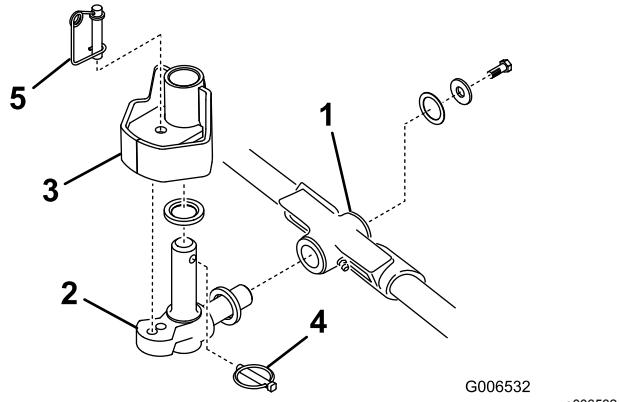

Bild 12
- Setzen Sie eine Druckscheibe auf die horizontale Welle des Kreuzgelenks, wie in Bild 12 abgebildet.
- Setzen Sie die horizontale Welle des Kreuzgelenks in das Befestigungsrohr des Trägerrahmens (Bild 12).
- Befestigen Sie das Kreuzgelenk mit einer Druckscheibe, einer Flachscheibe und einer Bundkopfschraube am Trägerrahmen (Bild 12).
- Setzen Sie eine Druckscheibe auf die vertikale Welle des Kreuzgelenks (Bild 12).
- Falls abgenommen, setzen Sie die vertikale Welle des Kreuzgelenks auf die Hubarmdrehnabe (Bild 12).
- Setzen Sie den Klappstecker in das Kreuzloch an der Kreuzgelenkwelle (Bild 12).
Hinweis: Wenn Sie eine fixierte Mähwerkstellung wünschen, setzen Sie den Lenksperrstift auf das Befestigungslöch des Kreuzgelenks (Bild 12).
13. Haken Sie den Federdraht unten um den Lenksperrstift (Bild 12).